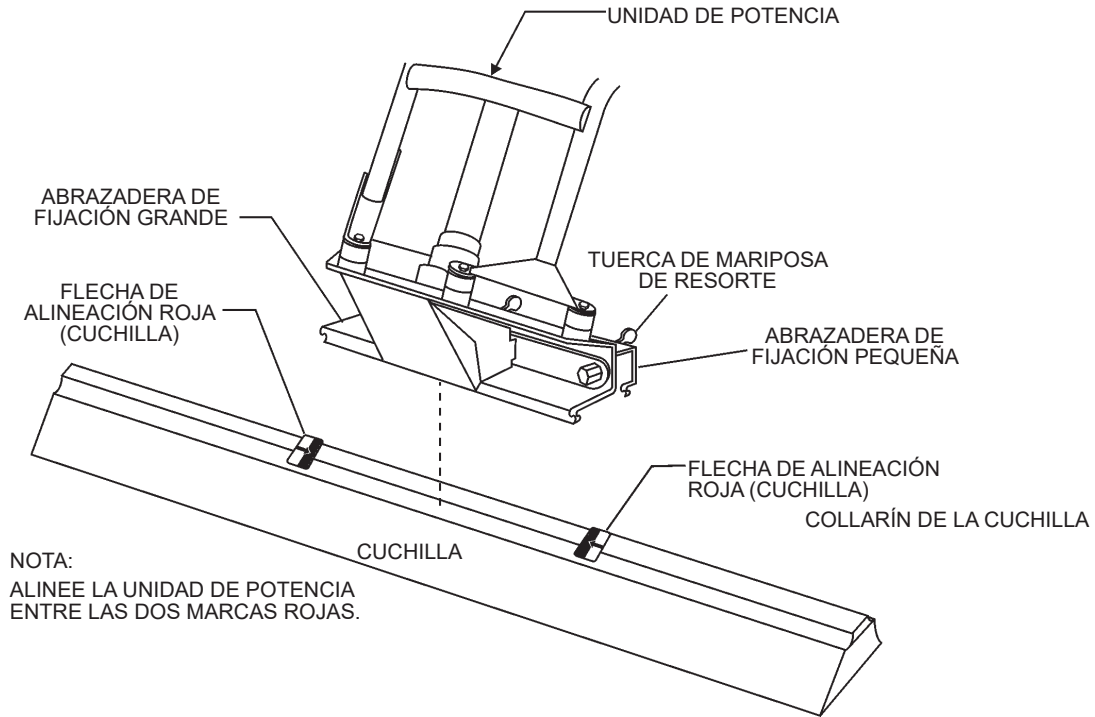

Figura 5. Diagrama de montaje de la cuchilla
6. Coloque la parte delantera de la unidad de potencia sobre la cuchilla (Figura 5) hasta que la parte delantera de la abrazadera se asiente dentro del collarín delantero de la cuchilla.